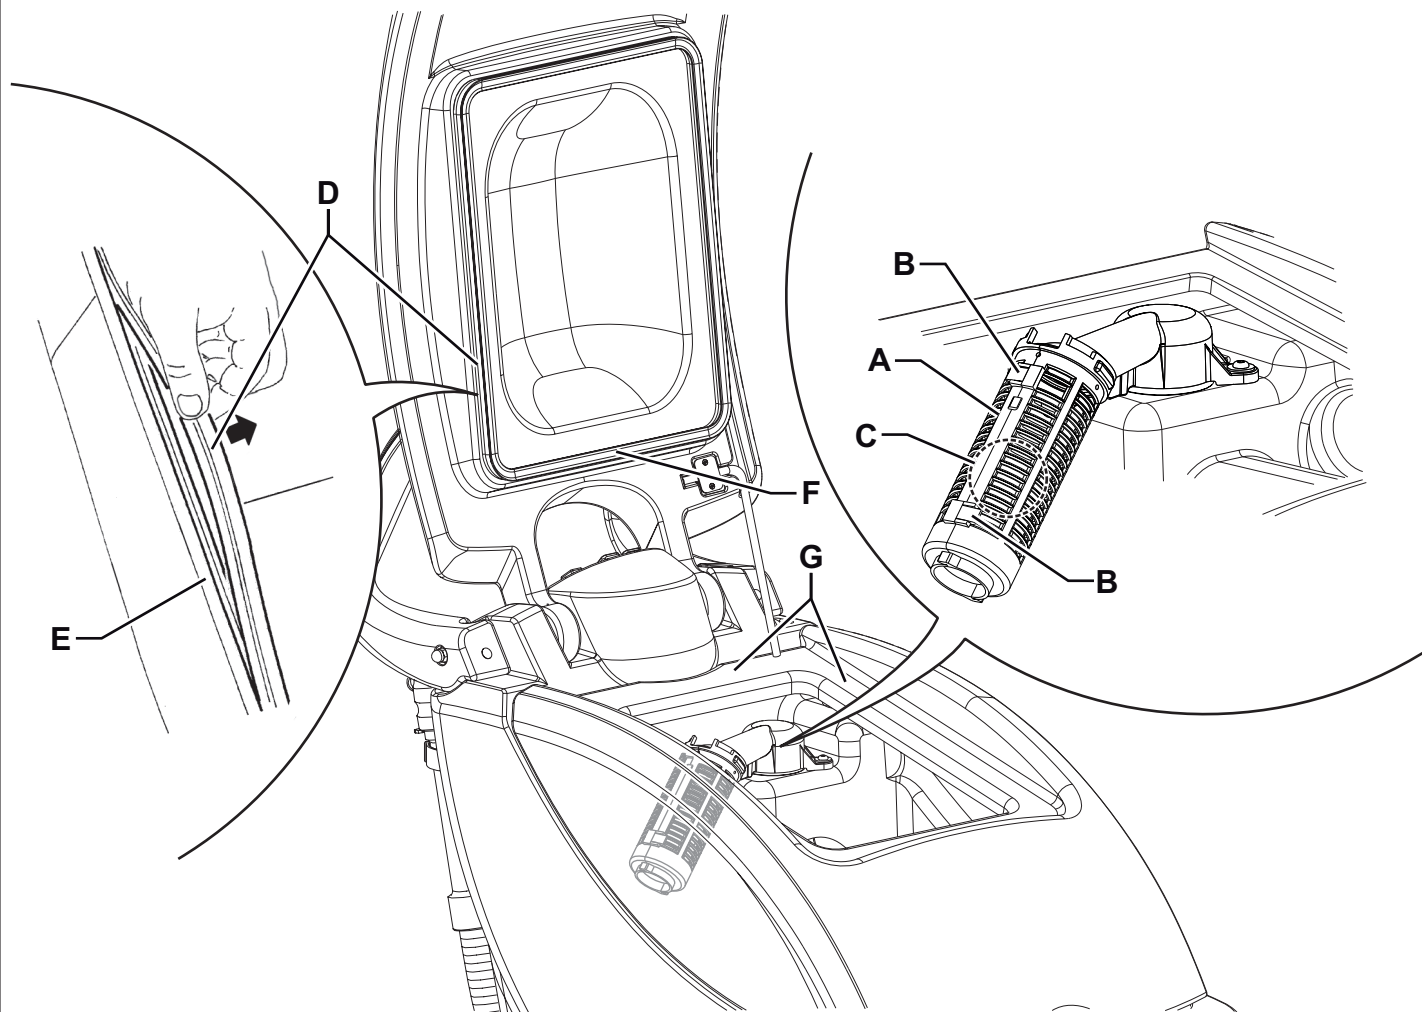

Figure 8
2. Contrôler que les interrupteurs (62) et (63) sont en position « 0 ».
3. Ouvrir le couvercle du réservoir de l'eau de récupération (41), nettoyer et laver à l'eau propre le couvercle, les réservoirs (30) et (31) et la grille d'aspiration (46). Vider l'eau des réservoirs à l'aide du tuyau de vidange (16) et du tuyau (18).
4. Si besoin est, dégager les dispositifs de retenue (B, Fig. 8), ouvrir la grille (A), récupérer le flotteur (C) et nettoyer soigneusement ; enfin reposer en place.
5. Contrôler l'intégrité du joint d'étanchéité (D) du couvercle du réservoir de l'eau de récupération.